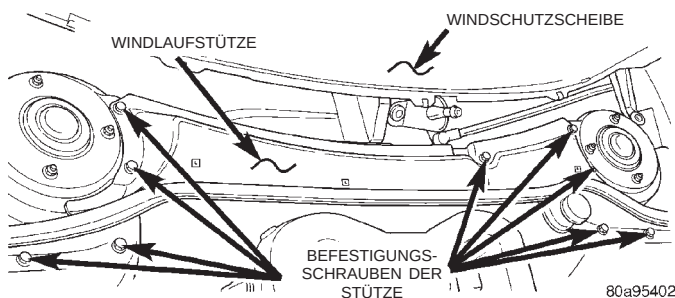

Abb. 28 Windlaufstütze
(5) Windlaufstütze abbauen (Abb. 28).